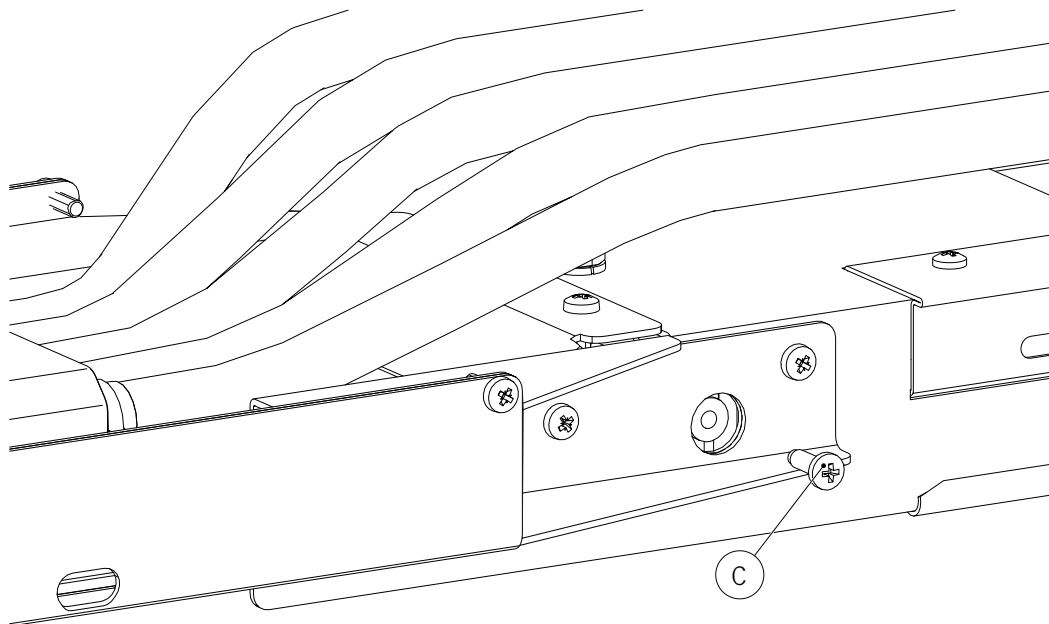

Abb. 79: Linsenblechschraube (C) anziehen
2. Mit einem Kreuzschlitzschraubenzieher die Linsenblechschraube (C) anziehen, sodass der Schraubenkopf an der Querbohrung des Fixpunktes aufliegt (siehe Abb. 79).